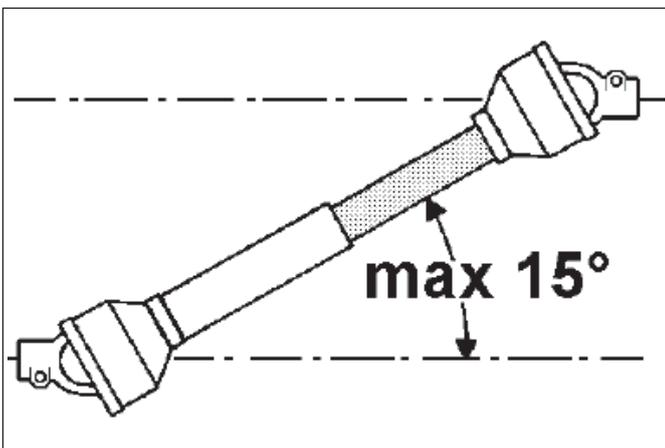

Fig. 4
Disinserire sempre la presa di forza quando l'albero cardanico fa un angolo superiore ai 15° (Fig. 4).
Déclencher toujours la Prise de Force quand l'arbre à cardan forme un angle supérieur à 15° (Fig. 4).
- Schalten Sie immer den Kraftanschluß aus, wenn die Kardanwelle einen Eck von mehr als 15° macht - siehe Bild 4.
- Always disconnect the power takeoff when the cardan shaft forms an angle exceeding 15°, (Fig. 4).
- Desconectar siempre la toma de fuerza cuando el árbol cardánico hace un ángulo superior a los 15°, (Fig. 4).